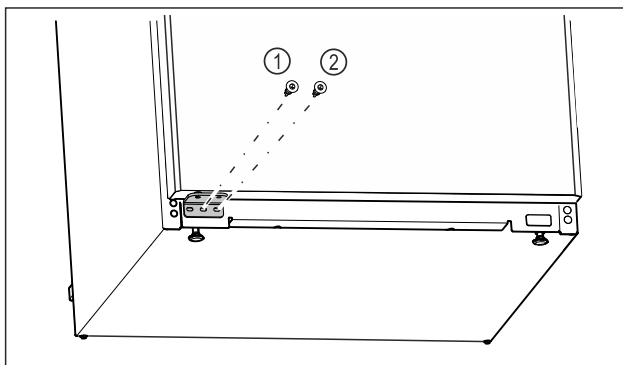

Fig. 21
- ▶ Przykręcić środkową śrubę płytki zawiasu Fig. 21 (1) śrubokrętem Torx 20.
- ▶ Przykręcić wewnętrzną śrubę płytki zawiasu Fig. 21 (2) śrubokrętem Torx 20.